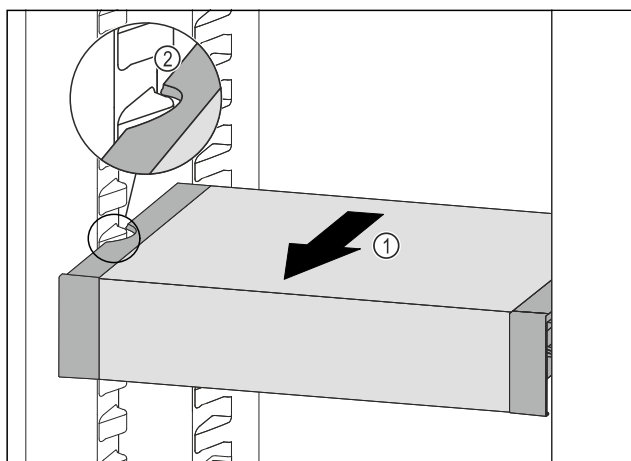

Fig. 136
- ▶ VarioSafe nach vorne ziehen Fig. 136 (1), bis sich die seitlichen Aussparungen des VarioSafes auf Höhe der Behälterrippe im Kühlteil befinden. Fig. 136 (2)